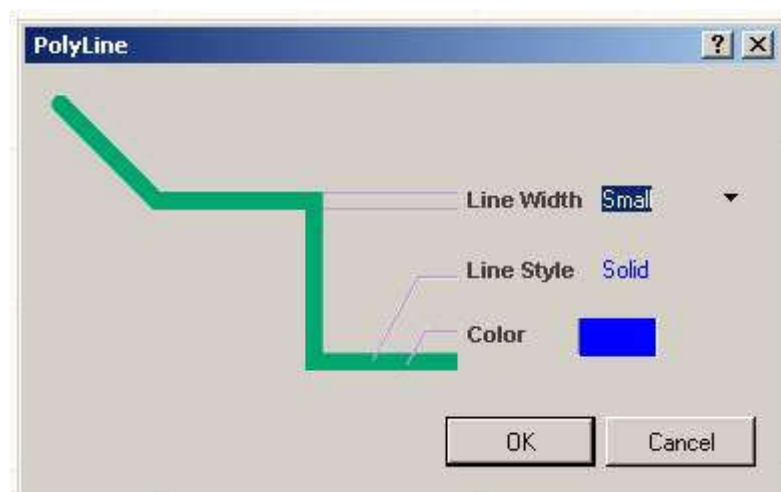

Рисунок 14 – Настройка параметров линии.
6. Нажмем клавишу Tab и в открывшемся окне настроим тип линий (рисунок 14). Здесь настраивается стиль линии, толщина и цвет. Зададим толщину линии Small, что в выбранном нами масштабе соответствует 0.5 мм, и стиль Solid (сплошная). Нажмем кнопку OK.